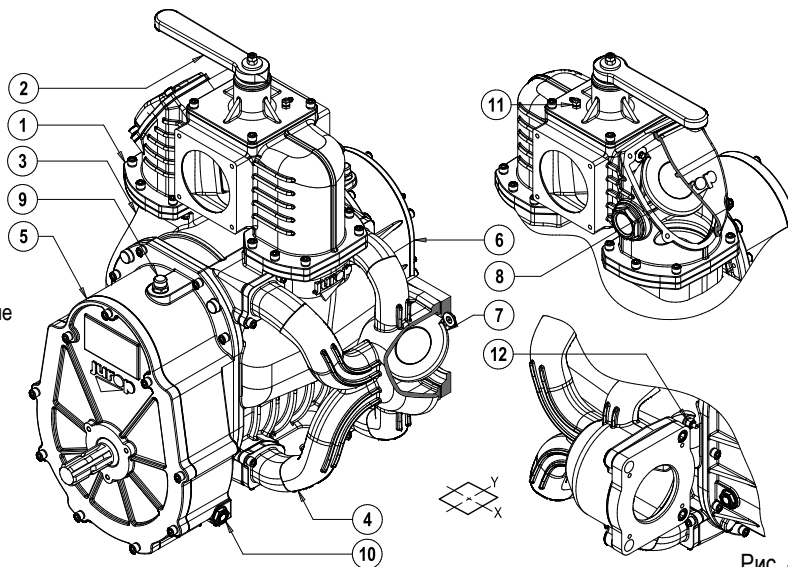

Рис. 4.1
- Установленная вытяжка должна быть доступна для технического обслуживания и быть прочно закрепленной на раме или на основании, установленном по уровню с максимальным наклоном в 3° по осям X и Y (см. Рис. 4.1). Структура должна быть разработана таким образом, чтобы избежать сгибаний и вибрации.
- Обеспечьте достаточное пространство для доступа к отверстию дренажа масла, отверстиям для заполнения и контроля (см Рис. 4.1).
- Вакуумный насос поставляется по требованию с предохранительным термостатом, установленный в корпус насоса (Рис. 4.1).